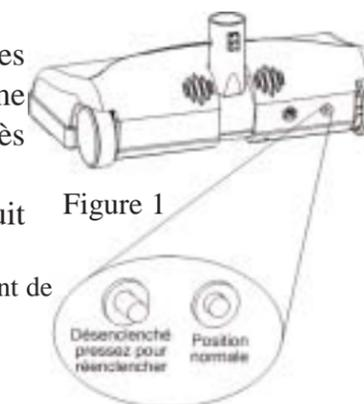

Figure 1
4. Circuit Breaker – The Powerbrush is equipped with a circuit breaker (as shown in Figure 1). This is to protect the motor and the cogged belt from damage should a motor stall occur due to accidental pick up of a larger object. The circuit breaker should not be reset more than once or twice in succession. You must wait approximately one minute before resets. Push circuit breaker button “in” to reset. Your Powerbrush must be serviced by an authorized service center if it continues to trip the circuit breaker.
4. Disjoncteur – La brosse électrique est munie d'un disjoncteur (montré à la figure 1) visant à protéger le moteur et la courroie dentée advenant le cas où le moteur calerait à la suite du ramassage accidentel d'un objet plus gros. Le disjoncteur ne devrait pas être réarmé plus d'une fois ou deux de suite. Vous devez attendre environ une minute entre les réarmements. Presser le bouton du disjoncteur pour réarmer. Si le disjoncteur continue de se déclencher, faites vérifier votre brosse électrique dans un centre de service autorisé.